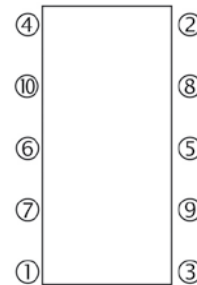

Fig. 11
- Nettoyez et lubrifiez correctement les tirants, positionnez-les, puis serrez les écrous progressivement et uniformément dans l'ordre inverse du démontage indiqué à la Fig. 11 jusqu'à obtenir la cote correcte entre plateaux (cote de serrage) indiquée sur la plaque signalétique. Vérifiez que cette cote est bien uniforme sur tout le pourtour des plateaux. Trop serrer peut déformer les plaques de manière irréversible. Si vous pensez nécessaire de serrer au-delà de la cote préconisée, contactez le service après-vente de CIPRIANI qui saura vous conseiller.